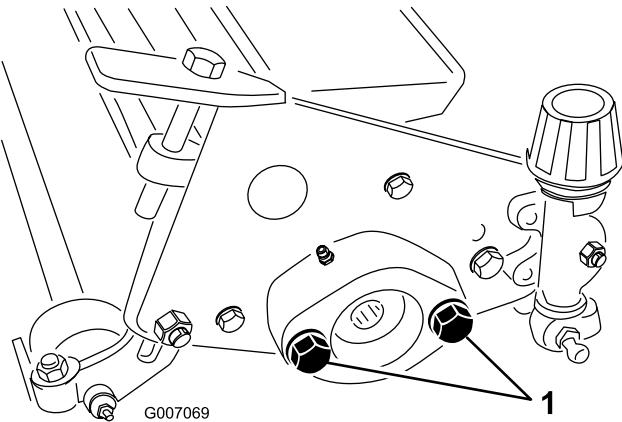

Figura 8
- B. Regolare le viti di montaggio del motore della trasmissione nel rullo in modo che restino esposti circa 127 mm di filettatura per ciascuna vite (Figura 8).